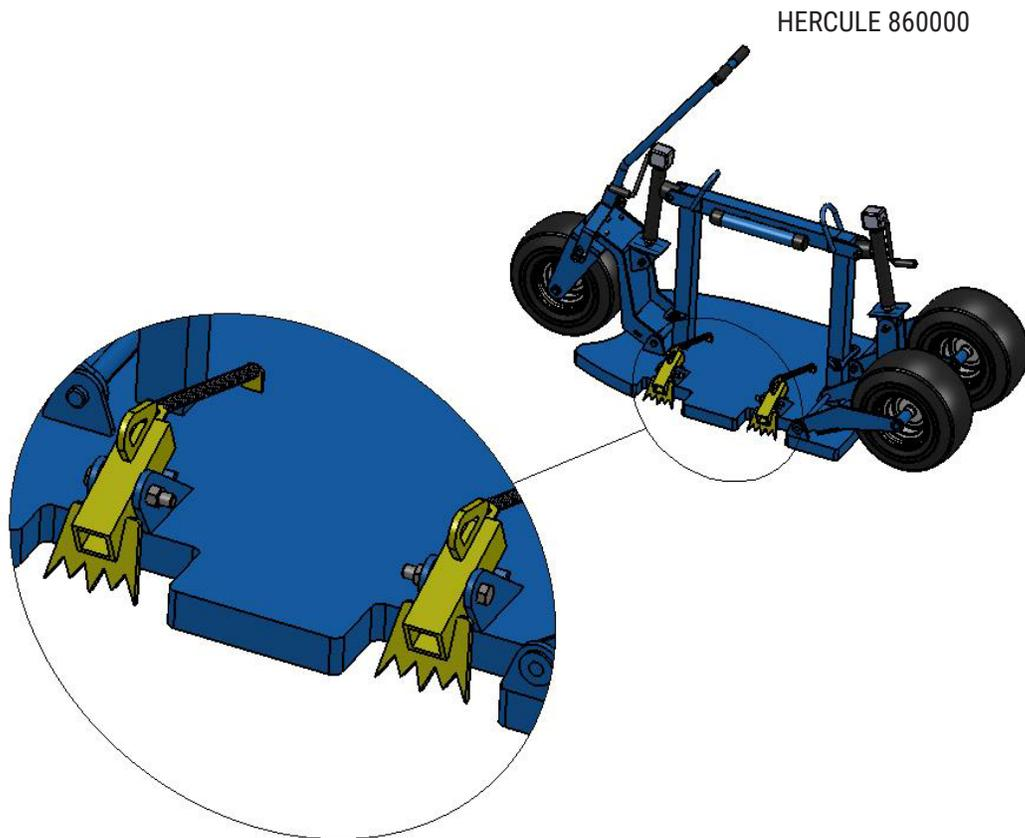

Figure 9
**En mode anti-chute, l'utilisateur doit ancrer sa longe de sécurité à l'un des bras pivotants jaunes. Il ne doit y avoir qu'un seul utilisateur par bras pivotant jaune. (Voir figure 9)**